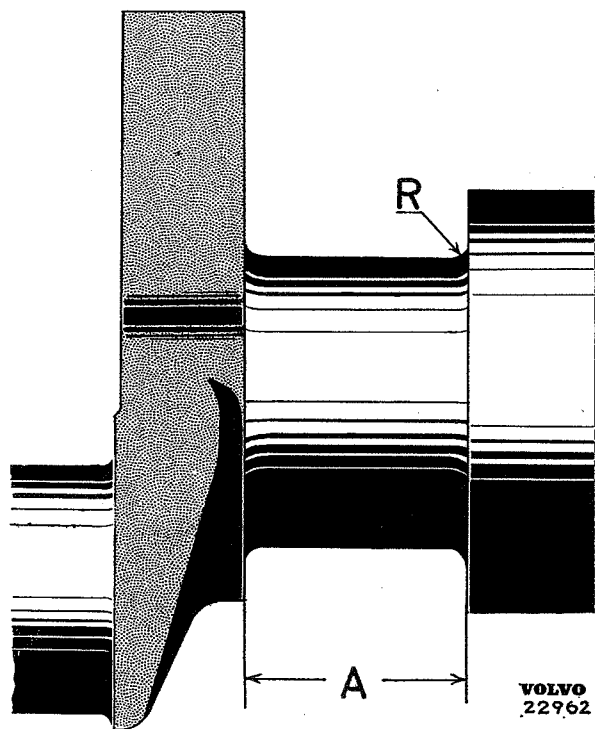

Fig. 2-41. Lagertap
Onder geen voorwaarde mogen de lagerschalen worden geschraapt of de lagerkappen opgevuld worden. De radius aan het einde van de tap moet tussen 2,0 en 2,5 mm (0,080 en 0,100") bij alle tappen liggen, zie Fig. 2-41. De breedtemaat (A) voor het geleidelager in axiale richting is afhankelijk van de diameter van de tap en moet geslepen worden om de juiste afmeting te verkrijgen.